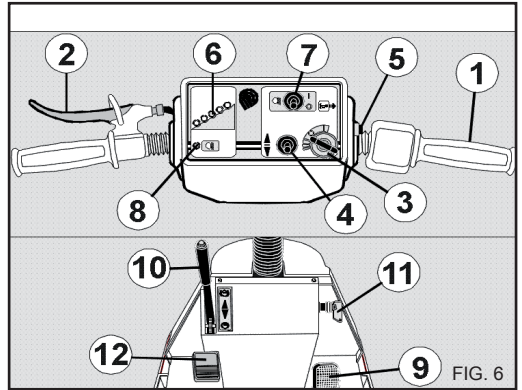
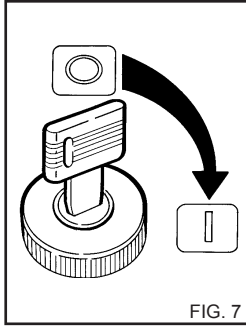

FIG. 6
FIG. 7
DISPOSITIVI DI COMANDO - Fig. 6
1) Inserire la chiave di avviamento e girarla in senso orario sulla posizione (1) (fig. 7) si accenderanno gli indicatori luminosi sul cruscotto (Rif. 6 Fig.6) ad indicare che il veicolo è acceso ed attendere circa 2-3 secondi. Azionare l'interruttore di emergenza ruotando la manopola in pos. "I" (fig. 6 rif. 11).
Scegliere con l'invertitore (fig. 6 rif. 4) il senso di marcia (avanti o indietro).
- avviare il veicolo con la manopola di avviamento/acceleratore (rif. 1 Fig. 6).
⚠ Tenere premuto con un piede l'interruttore Uomo a Bordo. Togliendo il piede dall'interruttore il veicolo si arresta automaticamente. (Fig. 6 rif. 12).
Il veicolo deve essere impiegato fino alla completa scarica della batteria, (indicatori giallo e rosso accesi sul cruscotto Rif. 6 Fig. 6). La durata del lavoro deve essere programmata in funzione dell'autonomia.
Riportare al minimo la manopola di avviamento/acceleratore (rif. 1 fig. 6).
Ruotare la chiave (3) in posizione 0 (tutti gli indicatori luminosi devono essere spenti); ruotare l'interruttore di emergenza in pos. "0" (fig. 7).
Le batterie devono essere ricaricate quando i led verdi si sono spenti (Rif. 6 Fig. 6) e rimangono accesi solamente il led giallo ed il led rosso.